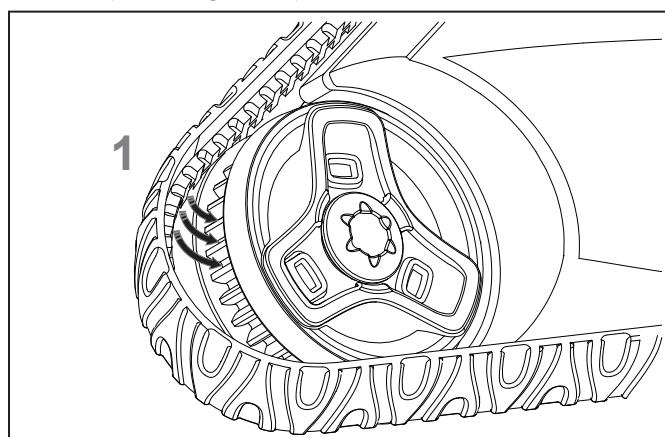

Figura 31. Coloque la pista en las ranuras de las ruedas
- Para instalar una nueva pista, coloque el borde de la pista en la ranura en la primera rueda (vea la figura 31).